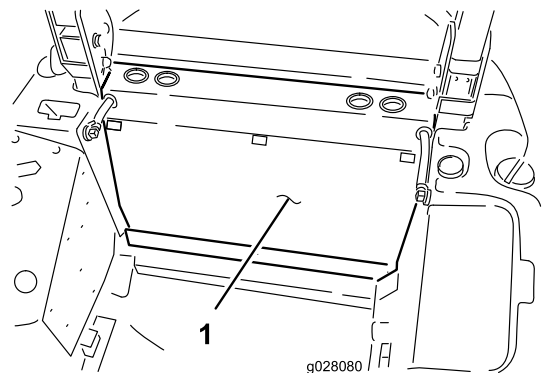

Figura 3
4. Retire os 3 trincos de libertação rápida que fixam o painel traseiro à estrutura e retire o painel traseiro (Figura 3).